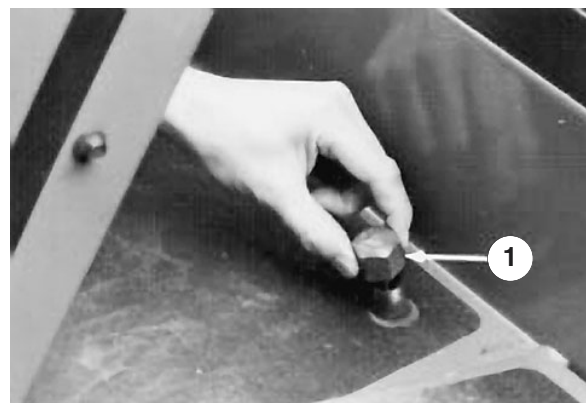

Bild 4
2. Entfernen Sie den Peilstabdeckel (Bild 4) vom Füllstutzen und wischen ihn mit einem sauberen Lappen ab. Schrauben Sie den Peilstabdeckel handfest auf den Füllstutzen und schrauben ihn anschließend wieder ab; prüfen Sie dann den Ölstand. Füllen Sie, wenn sich der Stand nicht innerhalb von 13 mm unterhalb der Auskerbung am Peilstab befindet (Bild 4), so viel SAE 10W-30 oder bei Bedarf Automatik-Getriebeöl nach, dass diese Kerbe erreicht wird. Füllen Sie nicht zuviel ein.